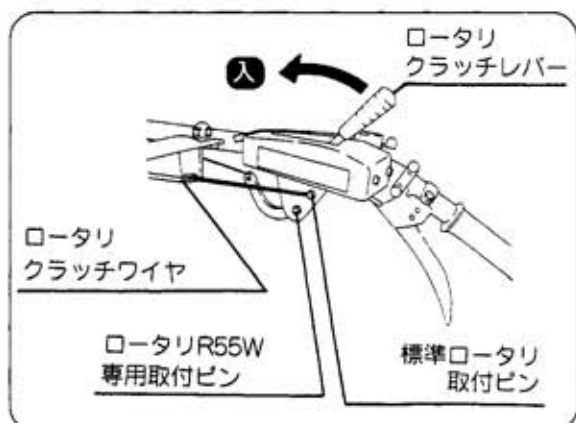
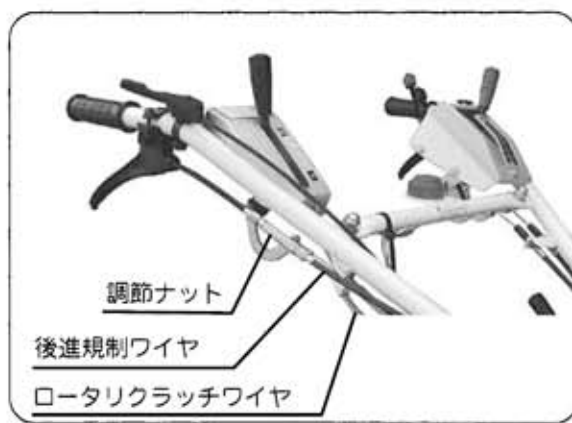

図49
図50
- ロータリ型式でワイヤの接続位置が変わります。（図49）
- ① 後進規制用のワイヤ長さを調節して、確実に変速レバーの【後進】を規制できるように調節ナットでおこない、ロックナットを確実に締付けてください。
- ② ロータリクラッチワイヤの長さを調節して、ロータリの回転【入・切】が円滑におこなえるように調節ナットでおこない、ロックナットを確実に締付けてください。（図50）